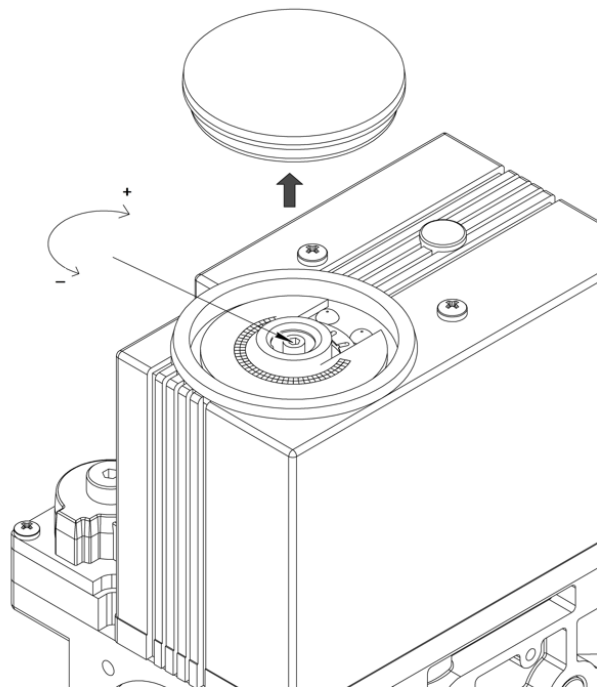

Рис.2 Регулировка второго клапана
7.3.1. Удалите колпачок с крышки. (Рис.2)
7.3.2. Вращайте регулировочный винт против часовой стрелки, чтобы увеличить расход, или по часовой стрелке, чтобы его уменьшить. (Рис.2)